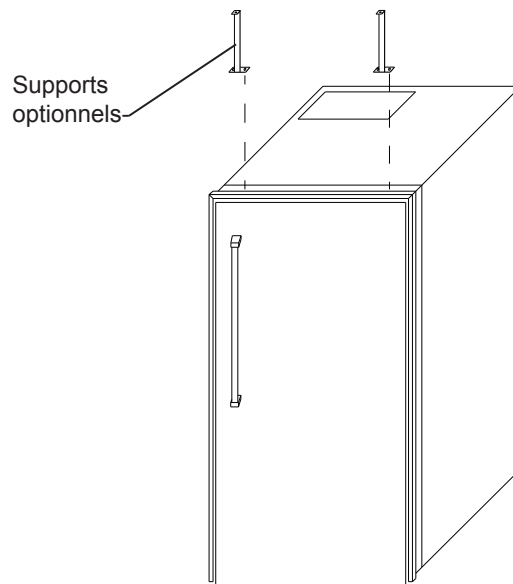

Figure 19 Style 2
1. Utilisez deux vis (référence 91180-000) pour fixer chaque support sur le haut d'armoire. Voyez les Figures 19 et 20.